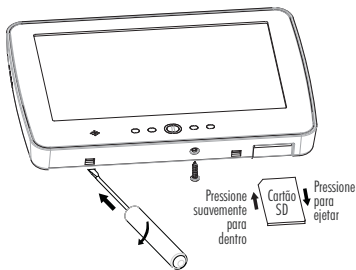

Figura 1 - Remoção da placa traseira.
1. Remova o cartão SD antes de abrir a tela de toque (refira-se à Figura 1).
ADVERTÊNCIA: preste atenção à direção de inserção do cartão de memória SD no alojamento (ver a Figura 1).